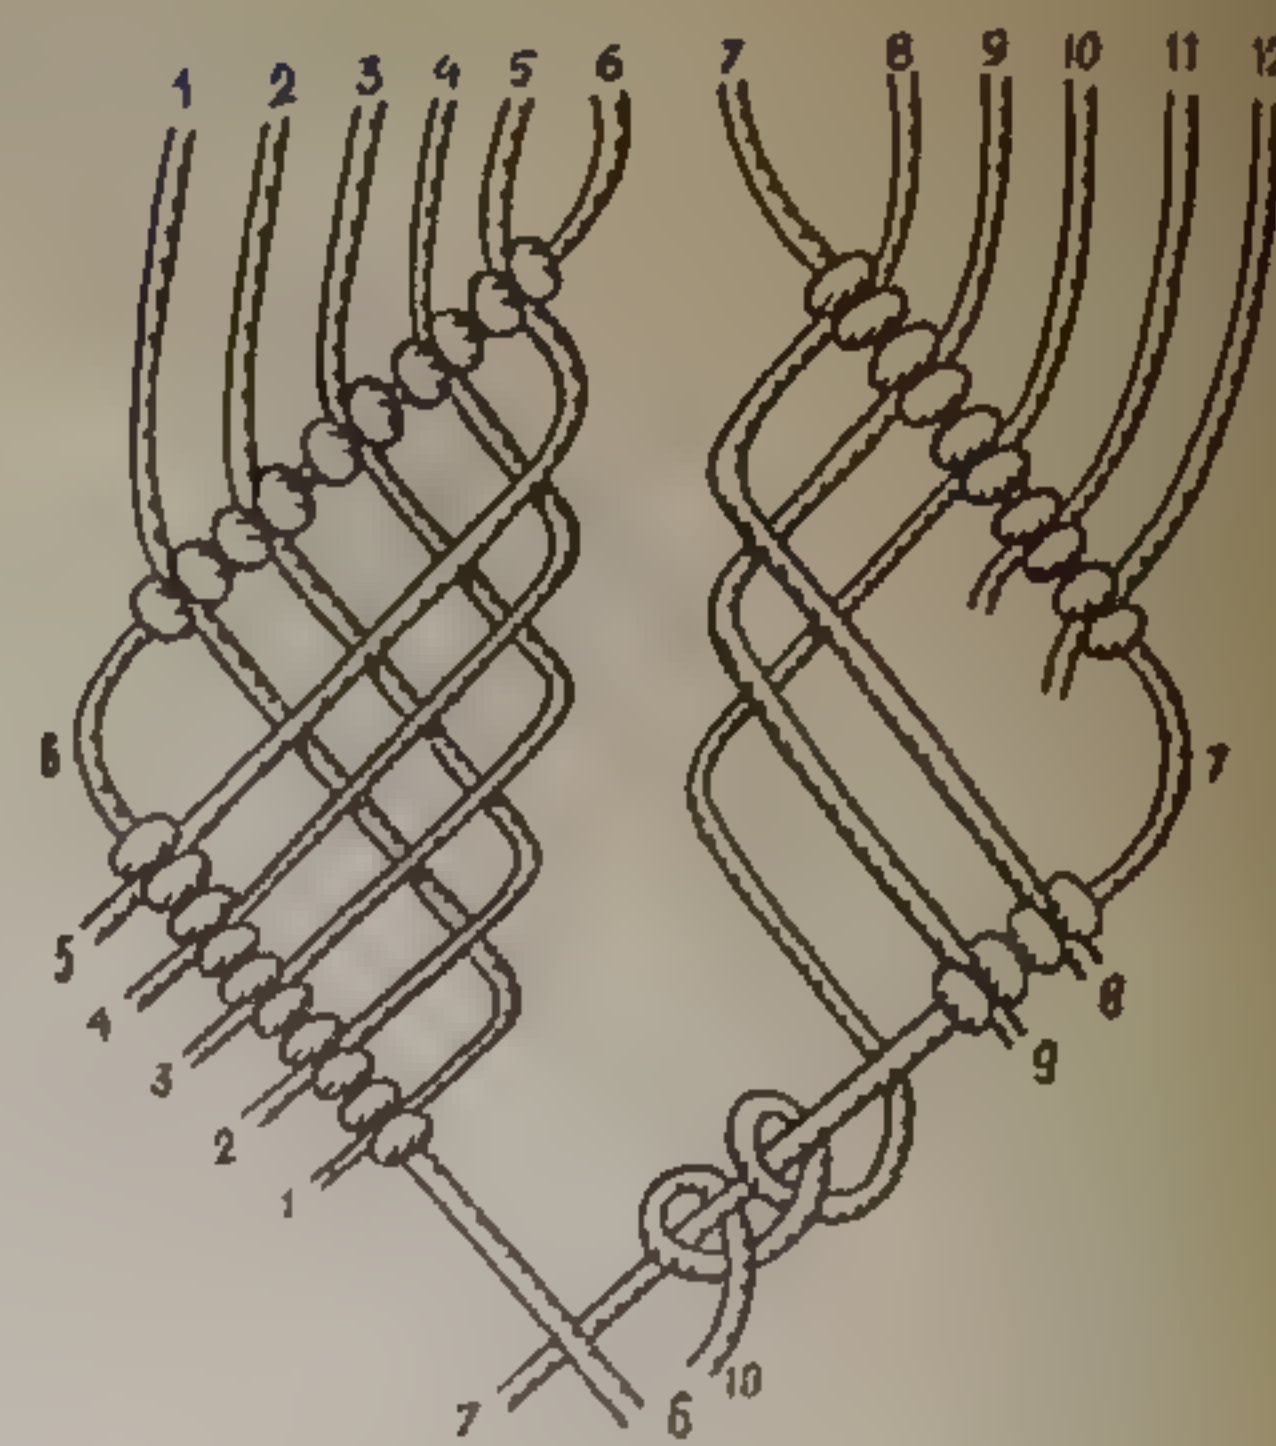

рис. 2
7. Между уголками раскрываем ромбы. Внутри ромба выплетаем узор «окошко» (Рис. 2). Закрываем ромбы.